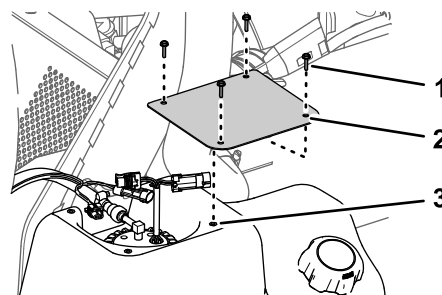

図 89
1. カバーをタンク 図 89 に組み付けるステップ 2 **燃料ポンプのカバーを外す (ページ 58)** で外したねじ #10 x 3/4" 4本を使用する。